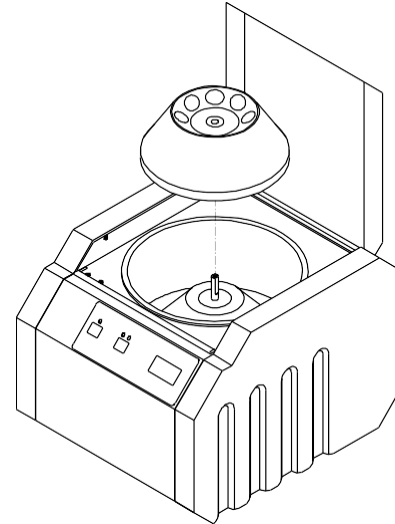

fig. 3-4 Extraiga el rotor
- Retire el rotor tirando de él hacia arriba (fig. 3-4).